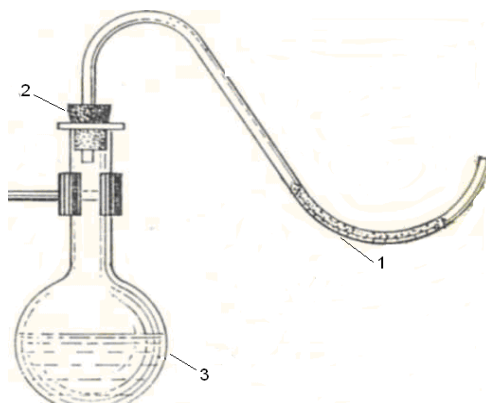

Рисунок 1. Прибор для восстановления оксида меди (II): 1 – изогнутая трубка, 2 – пробка, 3 – колба.
Небольшое количество остывшего оксида меди (II) поместите тонким слоем в изогнутую стеклянную трубку 1 (внутренний диаметр 6–8 мм), закрепленную в резиновой пробке 2 (рис. 1). Колбу 3 ёмкостью 100–150 мл закрепите в лапке штатива, налейте в нее 30–40 мл 2 M раствора серной кислоты. Внесите 2–3 кусочка цинка и закройте колбу пробкой с
Определение производится с помощью прибора (рис.1), состоящего из измерительной бюретки (1) на 25...50 мл, двухколенной пробирки Оствальда (2) и уравнилельной склянки или бюретки (3).
1. В одно из колен пробирки Оствальда (2) поместите навеску металла, полученную у лаборанта.
3. Плотнo закройте пробирку Оствальда (2) пробкой и закрепите её в штативе.
4. Проверьте прибор на герметичность, для чего уравнилельный сосуд (3) поднимите на 10...15 см и закрепите в этом положении. Если прибор герметичен, то уровень жидкости в нём остается постоянным. Если прибор не герметичен, проверьте, плотно ли закрыта пробирка Оствальда (2) пробкой.
5. Установите бюретку (1) и сосуд (3) таким образом, чтобы жидкость в них находилась на одном уровне. Отметьте положение уровня жидкости (мениска) в бюретке (1) –  $V_1$ .
6. Осторожно поверните пробирку (2) так, чтобы кислота перелилась в колено, где находится металл.
7. После полного растворения металла приведите положение жидкости в бюретке (1) и сосуде (3) к одному уровню.
8. Точно отметьте положение мениска жидкости в бюретке (1) –  $V_2$ . Определите объём выделившегося водорода.